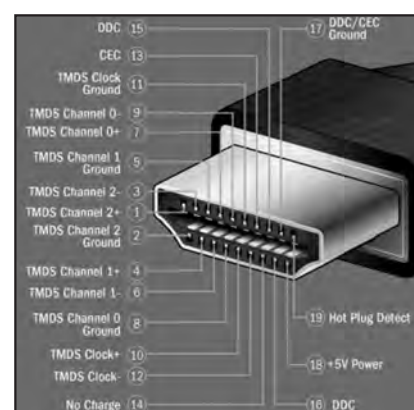

Рис. 6. Соединитель интерфейса HDMI типа А
- *Тип А*, используется в стационарной аппаратуре, размер розетки 14 × 4,55 мм, внешний вид кабельной вилки и назначение контактов разъема приведены на рис. 6.